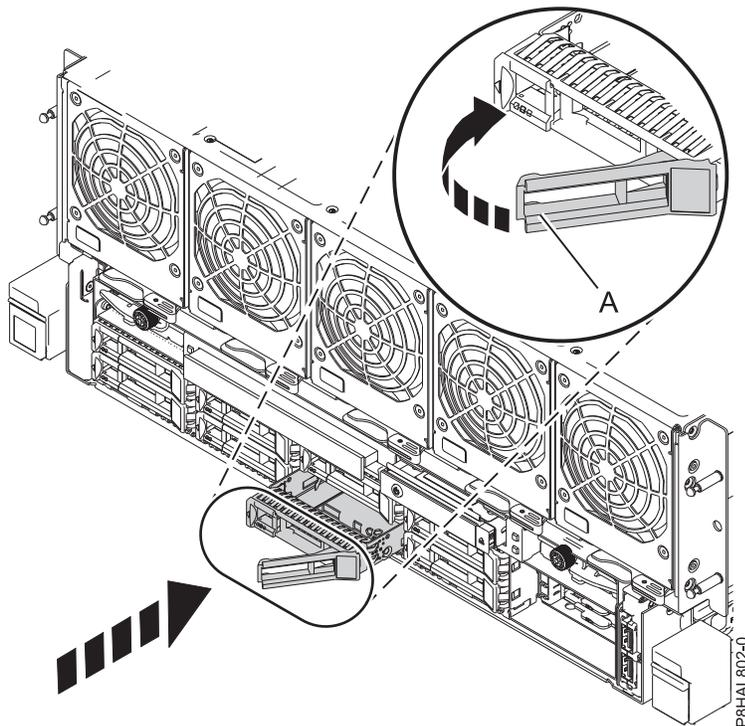

Abbildung 19. Plattenlaufwerk austauschen - System vom Typ 8408-44E oder 8408-E8E
3. Entriegeln Sie den Griff (A) des Laufwerks, indem Sie ihn zusammendrücken und zu sich hin nach außen ziehen. Wird der Griff nicht ganz nach außen gezogen, lässt sich das Laufwerk nicht in das System einschieben.
5. Schieben Sie das Laufwerk ganz in das System ein und verriegeln Sie es dann, indem Sie den Griff des Laufwerks **(A)** eindrücken, bis er einrastet. Siehe Abb. 19.